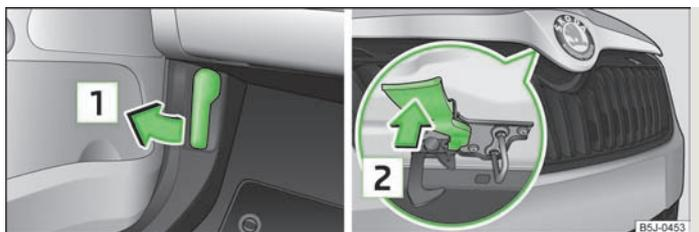

Fig. 113 Levier de déverrouillage pour le capot moteur/la grille de calandre : levier de déverrouillage
- Tirez sur la manette de déverrouillage en dessous du tableau de bord **1** » fig. 113.
- Appuyez sur la manette de déverrouillage dans le sens de la flèche **2** » fig. 113, le capot moteur se déverrouille.